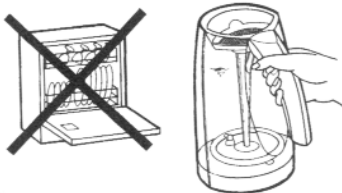

FIGURA 6
**NO** coloque la cámara de tratamiento en el lavaplatos (FIGURA 6). El calor y el detergente le causarán daño.